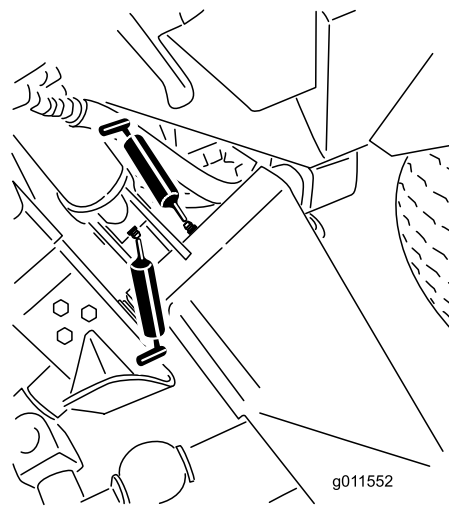
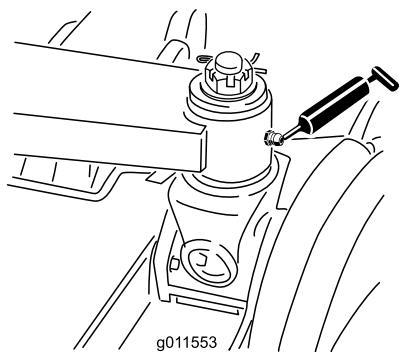

Рисунок 72
Рисунок 73
- Втулки главных подъемных рычагов (6 шт.) (Рисунок 72 и Рисунок 73)